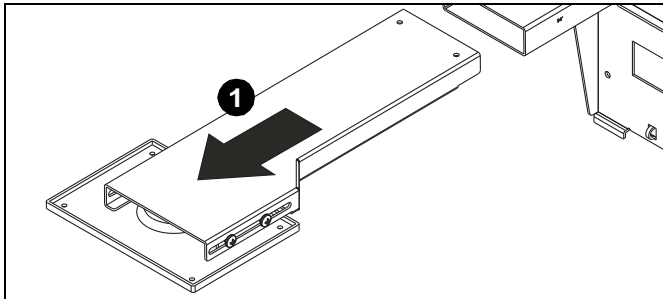

Figure 4
1. Retirez l'extrémité du bras élévateur et la base de fixation et mettez le matériel de côté. (Voir Figure 4)